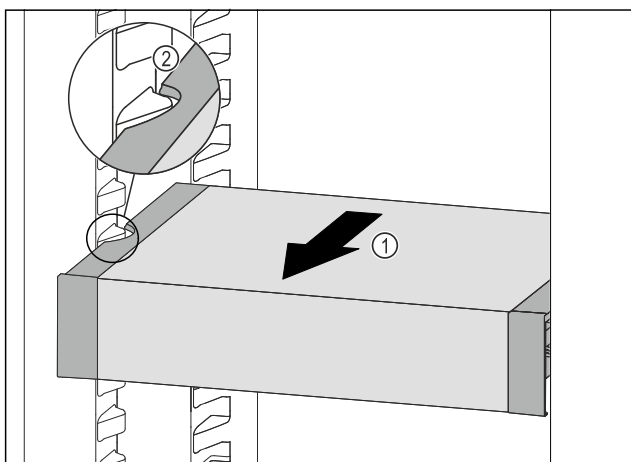

Fig. 111
- ▶ Táhněte VarioSafe dopředu Fig. 111 (1), dokud nebudou boční vybrání VarioSafe na úrovni žebrování na nádoby v chladničce. Fig. 111 (2)